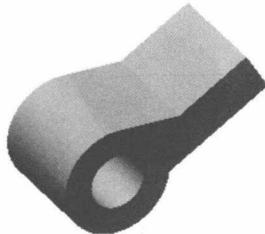
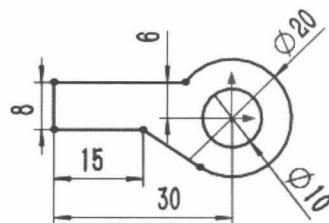

图 1.2 凸台-拉伸 1
图 1.3 横断面草图
Step2. 创建图 1.2 所示的零件特征——凸台-拉伸 1。选择下拉菜单 **插入(I) → 凸台/基体(B) → 拉伸(E)...** 命令（或单击  按钮）；选取前视基准面为草图基准面；在草图绘制环境中绘制图 1.3 所示的横断面草图；在“凸台-拉伸”对话框 **方向1** 区域的下拉列表中选择 **两侧对称** 选项，输入深度值 20.0；单击  按钮，完成凸台-拉伸 1 的创建。